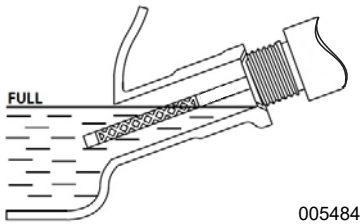

Figure 2-8. Plage de fonctionnement sûr
5. Pour vérifier le niveau d'huile, retirez l'entonnoir et insérez la jauge dans le goulot de remplissage d'huile. Reportez-vous à la **Figure 2-8**.